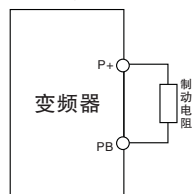

图10-1 制动电阻的安装
7.5kW 及以下规格HDVC系列变频器的制动电阻连接如图 10-1 所示。